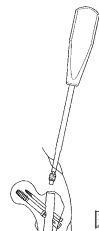

図 6
- T レンチ又はドライバーにてエンドキャップを抜去します。(図 6)